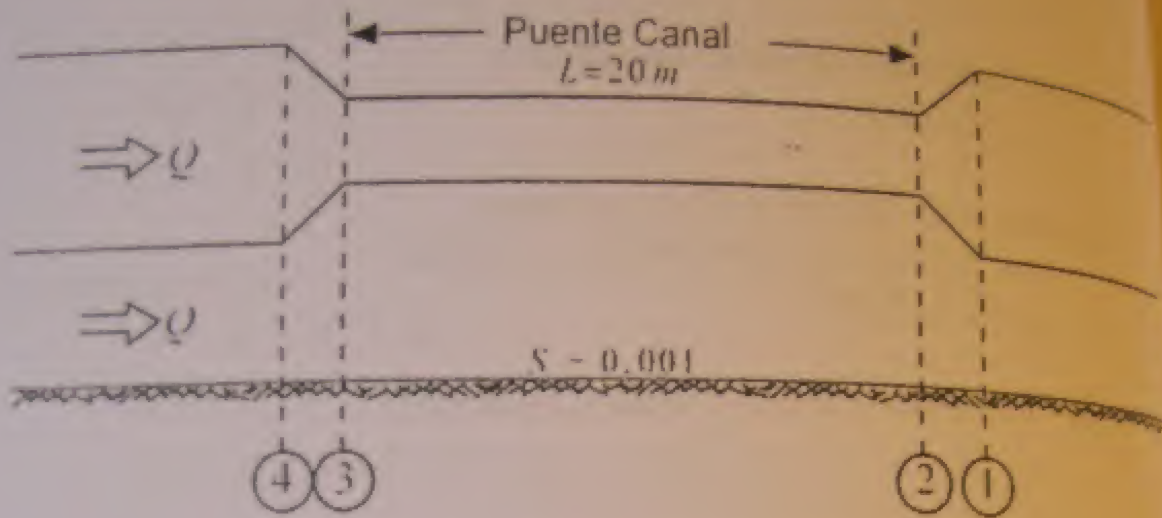

Figura 11. Tramo del puente canal
16. Un puente canal, como se muestra en la figura 11, de sección rectangular con ancho de solera $b = 0.60 \text{ m}$, $n = 0.014$, de 20 m . de longitud, está construido con una pendiente del 1‰ y conduce un caudal de $0.75 \text{ m}^3/\text{s}$. Si en la sección ②, el tirante es 0.733 m , calcular el tirante en la sección ③.